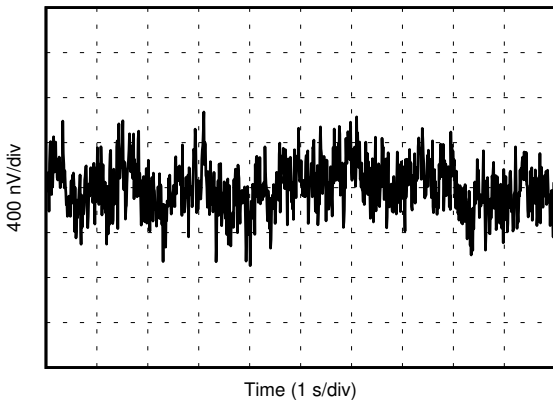

Figure 6-23. 0.1-Hz to 10-Hz Noise
0.1-Hz to 10-Hz Noise	Figure 6-23